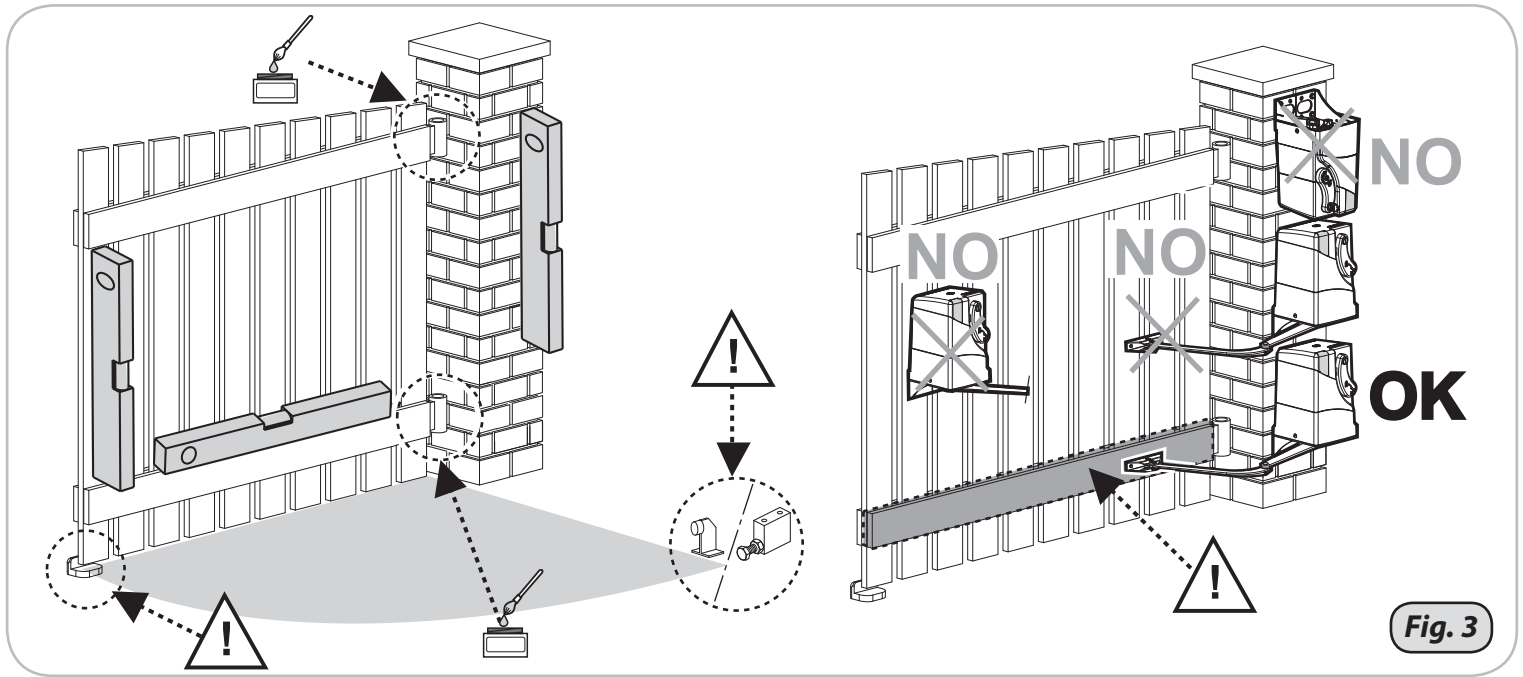

Fig. 3
- Verificare l'idoneità dei cardini e delle cerniere di movimento dell'anta, togliendo tutti gli attriti ed eventuali impuntamenti durante tutto il movimento dell'anta, installando sistemi anticaduta come prescrivono le normative di sicurezza nelle installazioni di porte e cancelli (fig.3)
- L'anta e la struttura portante del cancello devono essere ben strutturati e devono avere una sufficiente rigidità ad essere automatizzati (fig.3)
- L'attacco del braccio articolato sull'anta (10 fig.6) deve essere fissato in corrispondenza di un rinforzo o su di un traverso strutturale (fig.3)
- Verify the suitability of the gate pivots and hinges, removing all friction and any jamming during gate movement, installing fall protection systems as required by door and gate installation safety norms (fig.3).
- The gate must be properly structured and must be properly rigid to take an automatic system (fig.3).
- Articulated arm attachment on the gate (10 fig.6) must be secured in correspondence of a reinforcement or on a structural beam (fig.3).
- Vérifier la conformité des gonds et des charnières de mouvement du vantail, en éliminant tous les frottements et les éventuels blocages durant le mouvement complet du vantail, et en installant des systèmes antichute comme le prévoient les normes de sécurité dans les installations des portes et des portails (fig.3).
- Le vantail et la structure porteuse du portail doivent être solidement fixés et suffisamment rigides pour être automatisés (fig.3).
- La fixation du bras articulé sur le vantail (10 fig.6) doit être effectuée au niveau d'un renfort ou sur une structure transversale (fig.3).
- Eignung von Angeln und Scharnieren des Torflügels prüfen, Reibungspunkte an der Bewegung entfernen und Fallschutzvorkehrungen treffen, wie sie von Sicherheitsvorschriften für Tür- und Toranlagen gefordert sind (Abb. 3)
- Torflügel und Tragestruktur müssen kräftig strukturiert und für einen Automatantrieb ausreichend stabil sein (Abb. 3).
- Der Anschluss des Gelenkarms am Flügel (10 Abb. 6) muss an einer Verstärkung oder einen Tragebalken befestigt werden (Abb.3).
- Verificar la idoneidad de los cardanes y de las cremalleras de movimiento de la hoja, retirando todas fricciones y posibles enganches durante todo el movimiento de la hoja, instalando sistemas de anti caída tal y como prescriben las normativas de seguridad en las instalaciones de puertas y puertas de exteriores (fig.3)
- La hoja y la estructura portante de la puerta externa deben estar bien estructuradas y tener una suficiente rigidez para ser automatizadas (fig.3).
- El enganche del brazo articulado sobre la hoja (10 fig.6) debe ser fijado en correspondencia de un refuerzo o sobre un travesaño estructural (fig.3).
- Controleer of de (klap)scharnieren voor de beweging van de draaiport geschikt zijn, door alle wrijving en eventuele blokkeringen in het bewegingsveld van de draaiport te verwijderen en vanginstallaties te installeren zoals wordt voorgeschreven door de veiligheidsnormen voor de installatie van poorten en hekken (afb.3).
- De draaiport en de dragende structuur moeten goed gestructureerd en stevig genoeg zijn om te kunnen worden aangedreven (afb.3)
- De bevestiging van de scharnierarm op de draaiport (10 afb.6) moet ter hoogte van een versterking of een structurele dwarsbalk worden aangebracht (afb.3)